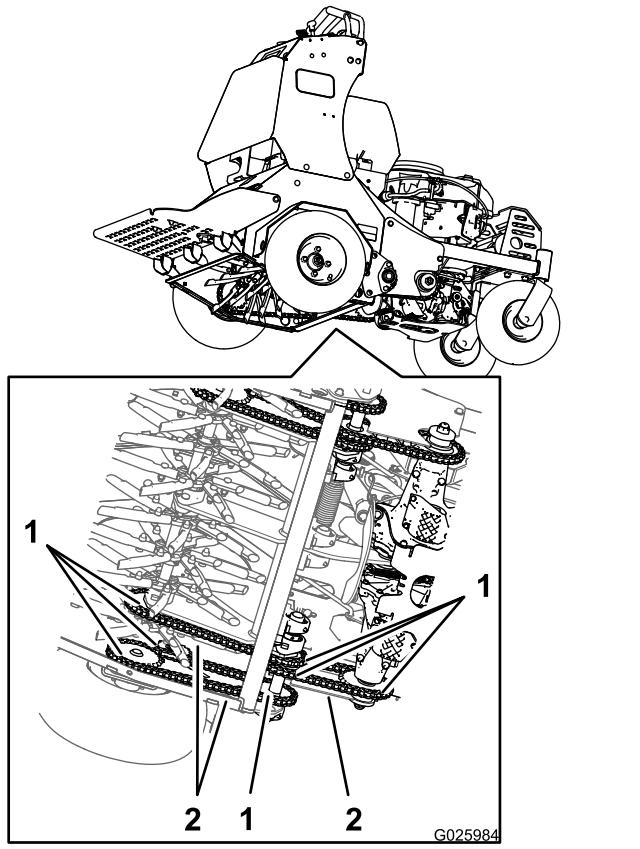

Figure 14
2. Vérifiez l'usure des pignons et remplacez-les au besoin (Figure 14).
2. Contrôlez la tension des chaînes (Figure 14) de chaque côté de la machine.
5. Mettez le moteur en marche, avancez lentement les leviers de commande de déplacement et graissez les 6 chaînes (Figure 14).